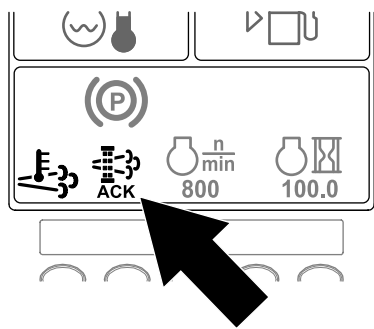

图30
10. InfoCenter (信息中心) 将显示主屏幕，且再生过程中再生确认图标 (图30) 将出现在屏幕右下角。